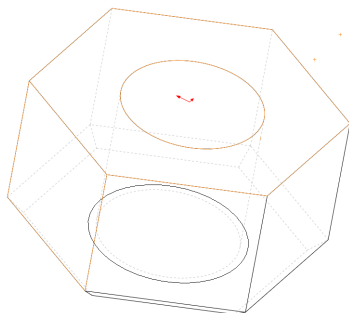

图 2-62 选择两个曲面
(2) 单击【草图绘制】按钮，选择合适的面，进入草图绘制环境，按住【Ctrl】键的同时，依次选择两个曲面对象，如图 2-62 所示。